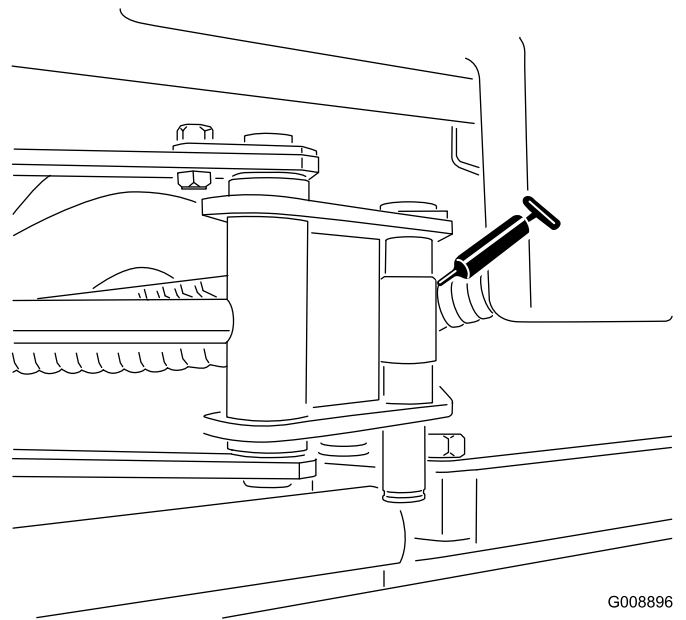

Figura 36
- 2 extremidades do cilindro sidewinder (Figura 36)